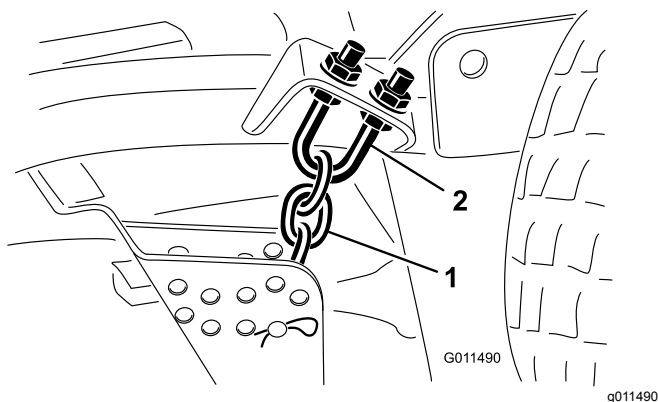

Figure 100
1. Desserrez les écrous de blocage en haut ou en bas de l'étrier fileté de la chaîne de hauteur de coupe (Figure 100).